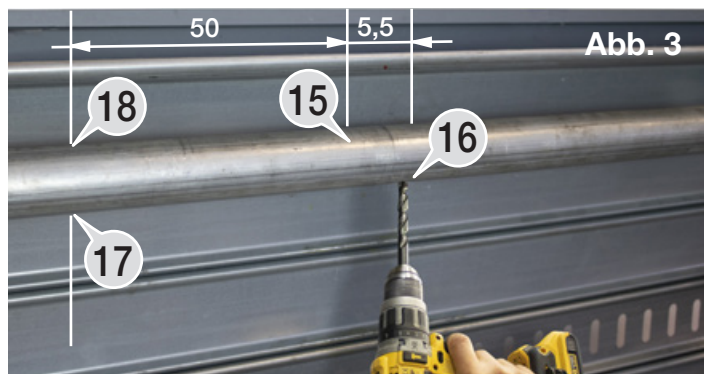

Abb. 3
- Führen Sie das Stromkabel "44" durch das Bohrloch "17" Abb.3 und vermeiden Sie dabei jeglichen Kontakt mit den rotierenden Teilen. Lassen Sie es aus dem linken Ende des Rollladenhalterohrs austreten.